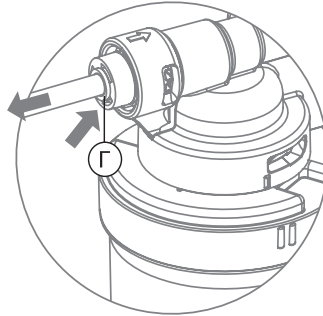

Рис. 18
2. Удерживая цанговое кольцо (Г) прижатым к основанию фитинга, потяните на себя пластиковую трубку и извлеките ее из фитинга (рис. 18).